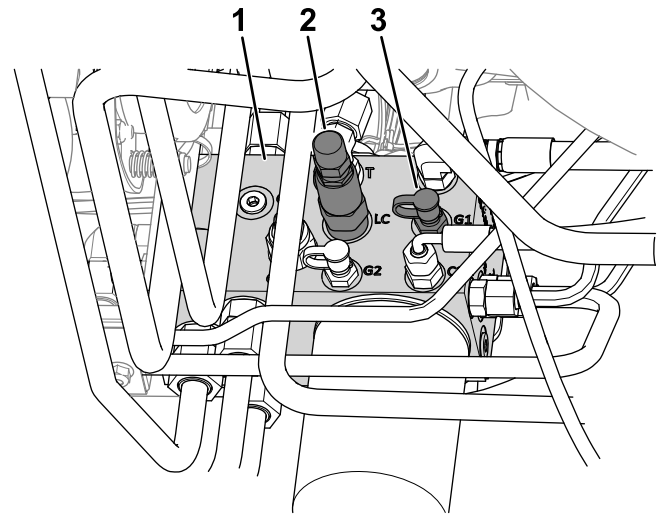

Figura 21
4. Conecte un manómetro al punto de prueba (marcado G1; consulte Figura 21).
2. Válvula de transferencia de peso (LC)
5. En el lateral del distribuidor de elevación, retire el tapón del punto de prueba (marcado G1; consulte Figura 21).
6. Afloje la contratuerca del extremo de la válvula de transferencia de peso (marcado LC; consulte Figura 21).